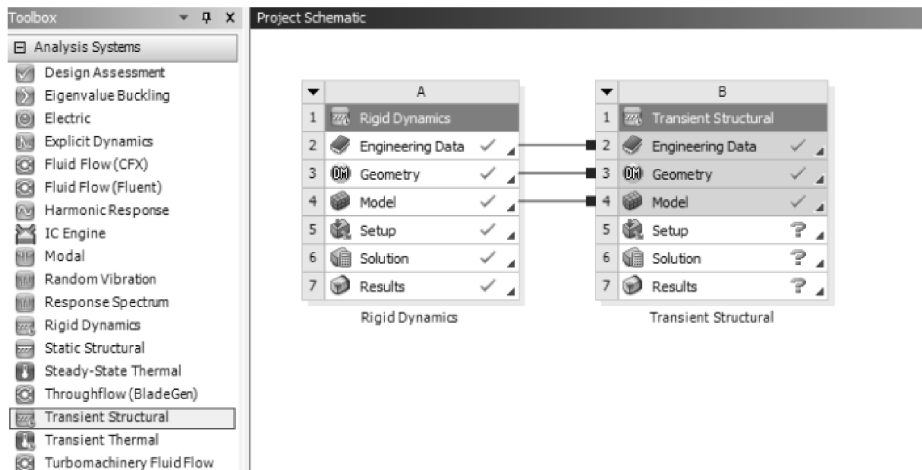

图 5-25 创建刚柔耦合分析
(1) 创建分析：返回到 Workbench 主界面，在工具箱【Toolbox】的【Analysis Systems】中拖动结构瞬态动力分析【Transient Structural】到项目分析流程图，并与刚体动力分析连接共享【Engineering Data】、【Geometry】、【Model】三项，如图 5-25 所示。